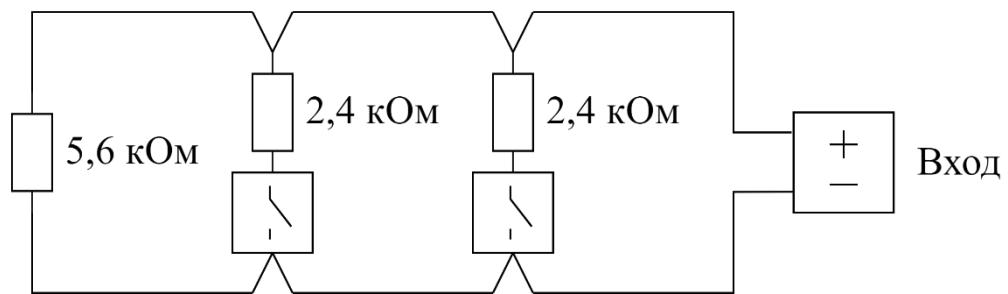

Рис. 10
- Схема подключения датчиков с **нормально разомкнутыми** внутренними сухими контактами представлена на рис. 10 .
- Схемы подключения, представленные на рис. 10, 11, обеспечивают сработку датчиков по схеме "ИЛИ" (т.е. вход переходит в состояние "Наружен" при сработке хотя бы одного датчика в цепи).